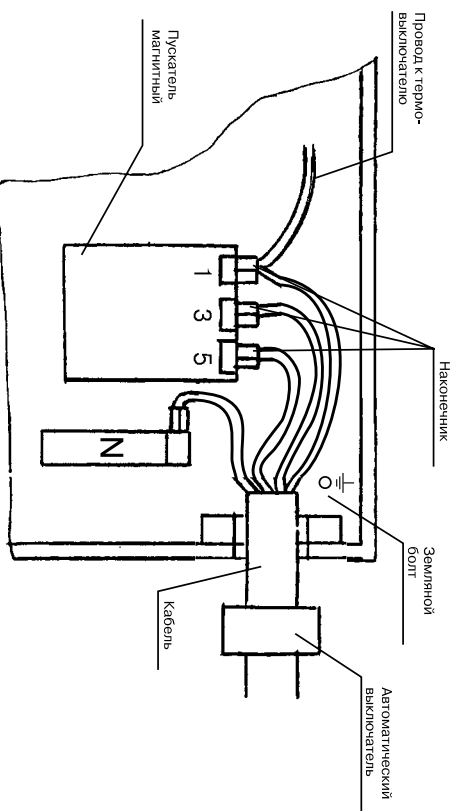

Рис.3.
5.3. Подключение электрочеловека к электросети производится согласно схеме рис. 3 с обязательным применением наконечников из комплекта поставки. Наконечники закрепить к проводам рабочей (фазной) проводки (3 шт.), к проводам рабочей и защитной нейтральной (2 шт. – П6-6-ЛТ-07), опать, закрепить гайками и защитной нейтральной (контакты 1,3,5), клемме нейтральной (N) и клемме заземления (\perp).